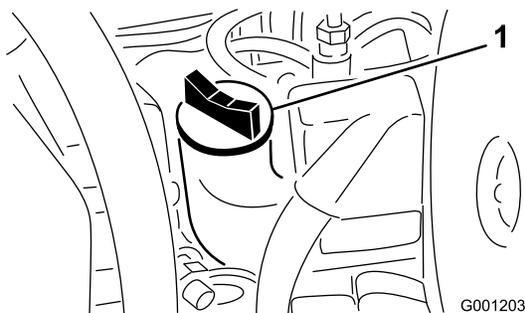

Figura 23
5. Se il livello dell'olio non raggiunge il segno di pieno, togliete il tappo di riempimento (Figura 23) e rabboccate con olio fino a portarlo al segno Full sull'asta di livello. **Non riempite troppo.**